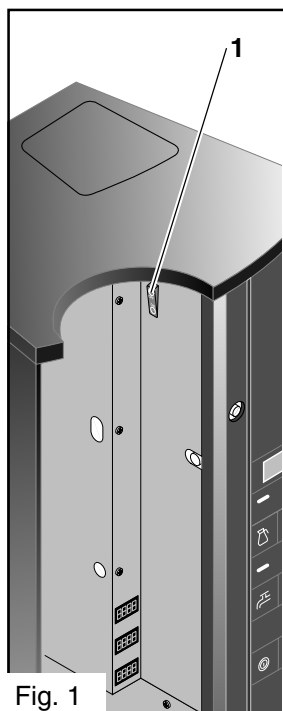

Fig. 1
Voor het begin van de schoonmaakwerkzaamheden, de hoofdschakelaar van de automaat (1) **-UIT-** schakelen (fig. 1).